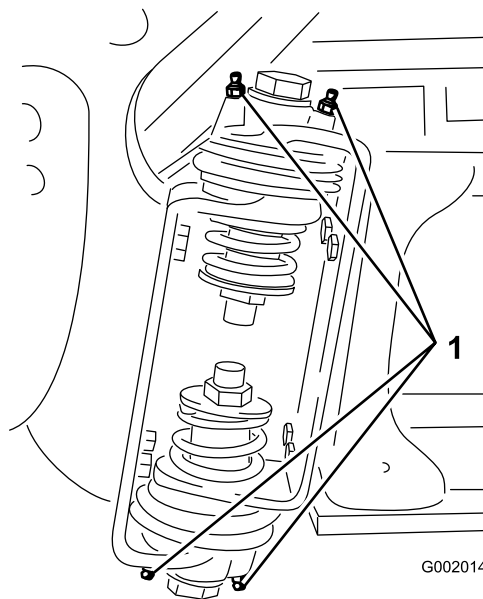

Figura 36
2. Bombee grasa en el cojinete o casquillo de cada punto de engrase Figura 36.